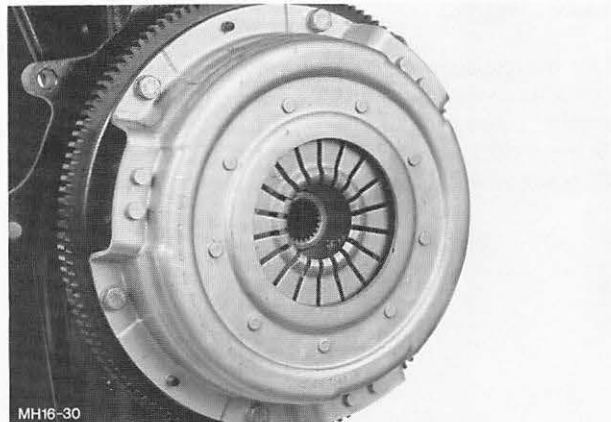

Abb. 134 Kupplungsdruckplatte abbauen
1. Kupplungsdruckplatte von Schwungscheibe gleichmäßig lösen und abbauen (6 Schrauben). Abb. 134. Druckplatte und Reibscheibe abnehmen.